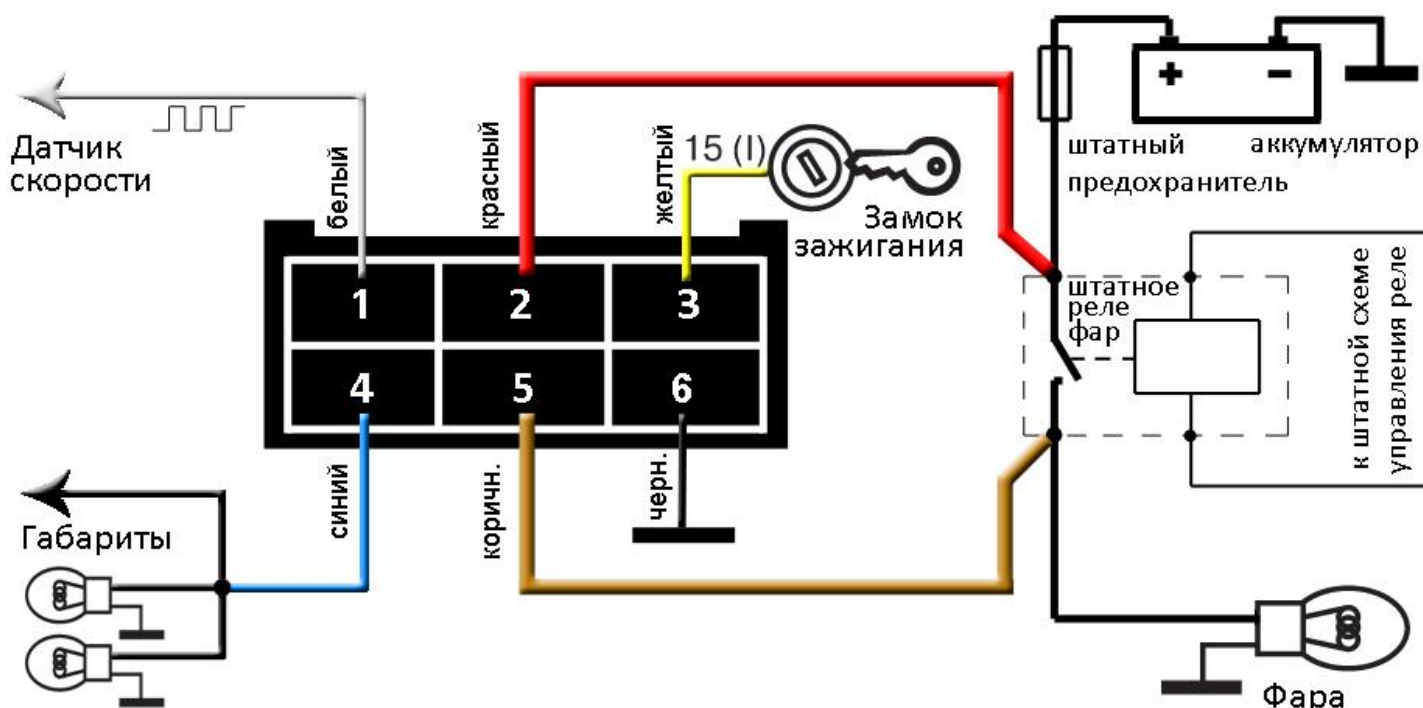

Рисунок 1
2. **Питание силовой части 12V** (красный провод сечением 1мм²). Подключается к проводу, в непосредственной близости от контакта штатного реле включения света, который подключен к напряжению питания – плюсовой клемме аккумулятора (см. рис.1).
5. **Дальний свет** (коричневый или зеленый провод сечением 1мм²). Подключается к проводу, подключенному к контакту штатного реле включения света лампам дальнего света, который подключен к лампам фары (см. рис.1). Точка подключения должна быть как можно ближе к реле.